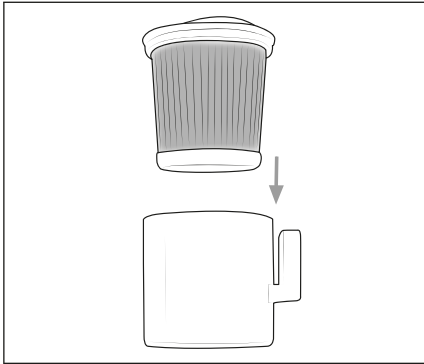

Abb. 20
- 7) Introduceți filtrul HEPA **4** în recipientul cu filtru HEPA **5** (a se vedea fig. 20).